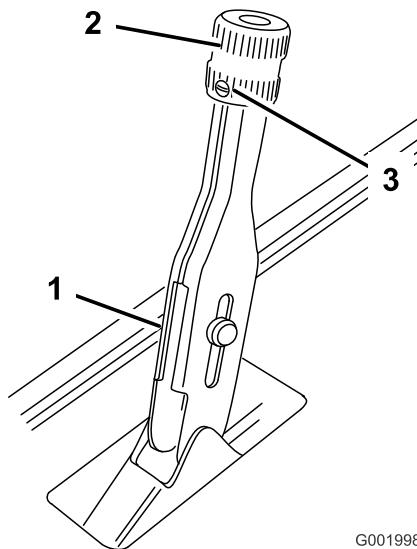

図 62
1. ブレーキレバーに調整ノブを固定している固定ネジをゆるめる(図 62)。